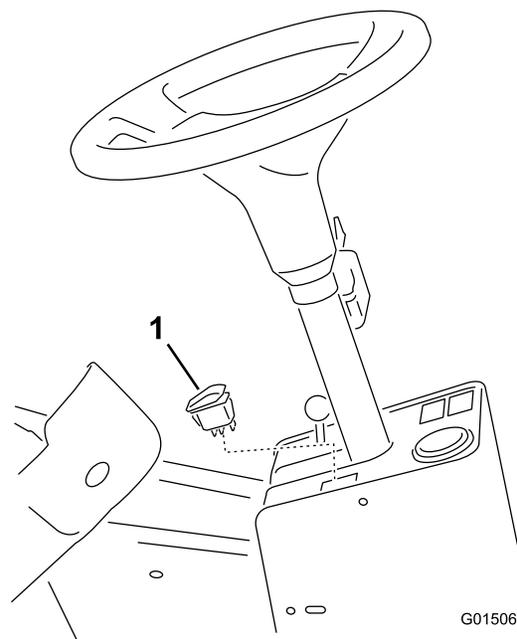

Figura 4
4. Montate l'interruttore luci di emergenza sulla parte superiore del piantone (Figura 4).